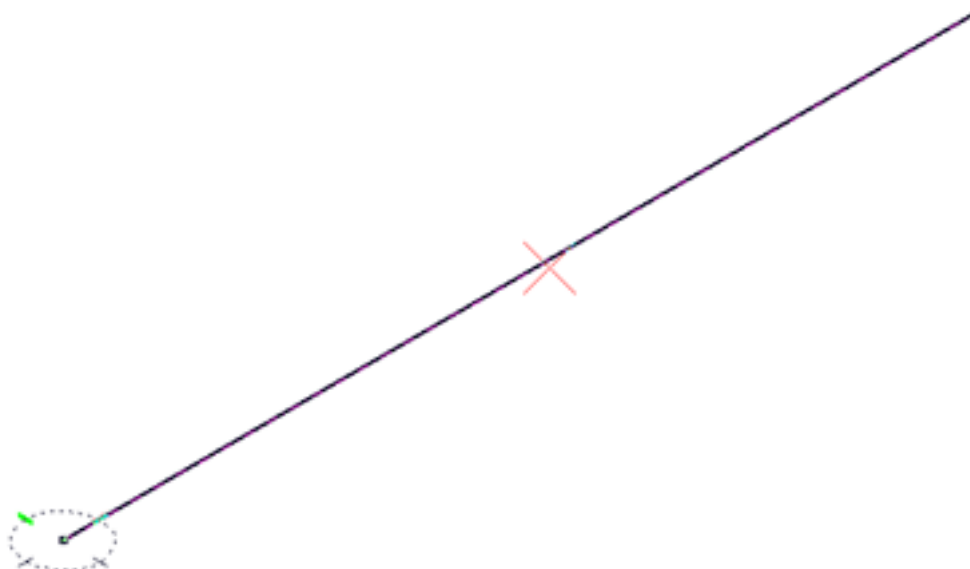

рис. 78
- Первым делом надо построить осевую линию, строим ее, как и в случае получения плоского чертежа, но только линию надо сориентировать в пространстве. Для этого поставьте ее первую точку. Затем нажмите клавишу <T>, компас AccuDraw при этом повернется в пространстве. Затем направьте линию вдоль оси X и укажите длину линии равную **160**-ти миллиметрам (рис. 78). Подтвердите. Осевая линия построена.